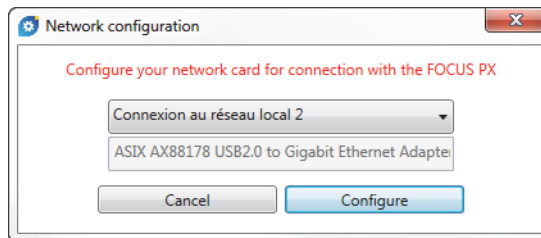

Figura 1-17 Cuadro de diálogo Network configuration
3. En el cuadro de diálogo **Network Configuration** (Configuración de red), seleccione la tarjeta de red que será utilizada para comunicarse con la unidad FOCUS PX; después, haga clic en el botón **Configure** (Configurar). Ver Figura 1-17 en la página 39.